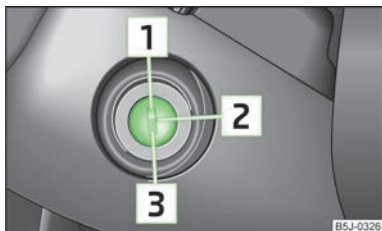

Abb. 76
- Das Kupplungspedal ganz durchtreten, die Zündung einschalten **2** » Abb. 76 und starten **3** - kein Gas geben. Das Kupplungspedal durchgetreten halten, bis der Motor anspringt.
» Abb. 76.